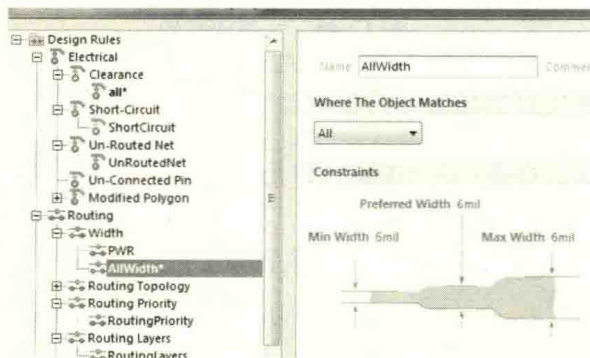
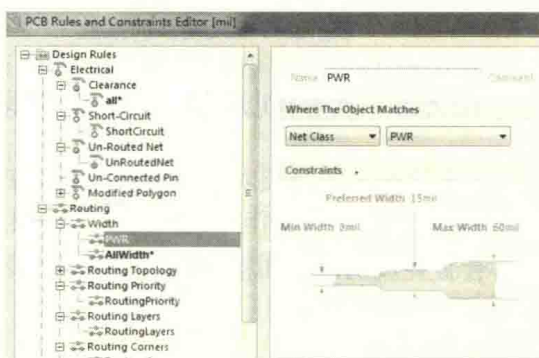

图 12-51 “AllWidth”规则设置
图 12-52 “PWR”规则设置
(3) 线宽规则设置：选中“Routing”规则中的“Width”规则，单击鼠标右键，分别创建“AllWidth”规则和“PWR”规则，分别如图 12-51 和图 12-52 所示进行设置，同时注意两个叠加规则的优先级设置，“PWR”规则要优先于“AllWidth”规则。